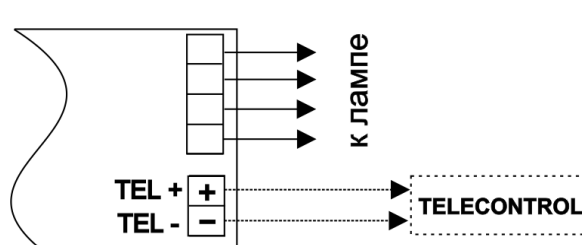

Рис.3
- 3.4 Устройство TELECONTROL подключается непосредственно к клеммам расположенным на плате. При подключении необходимо соблюдать полярность, сечение провода 0,5-1,0 мм² (см. рис.3).